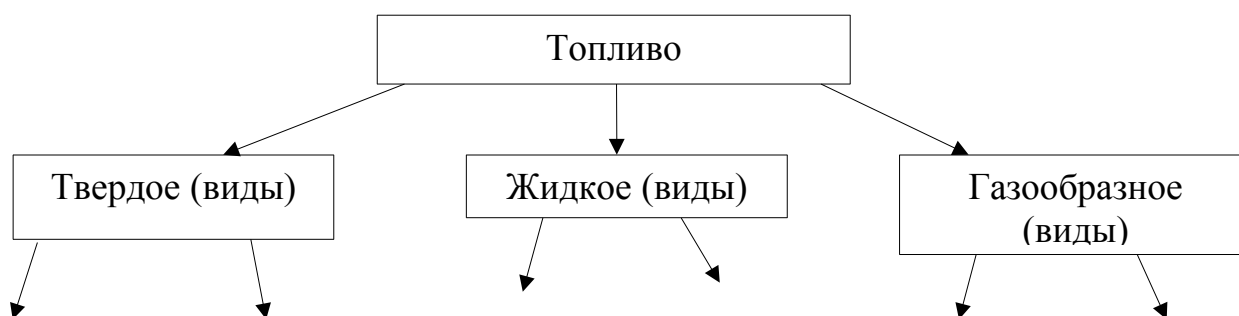

Рисунок 3 - Виды устройств для сжигания топлива
**Задание 1.** Продолжить схему (рис. 3) видов устройств для сжигания топлива.